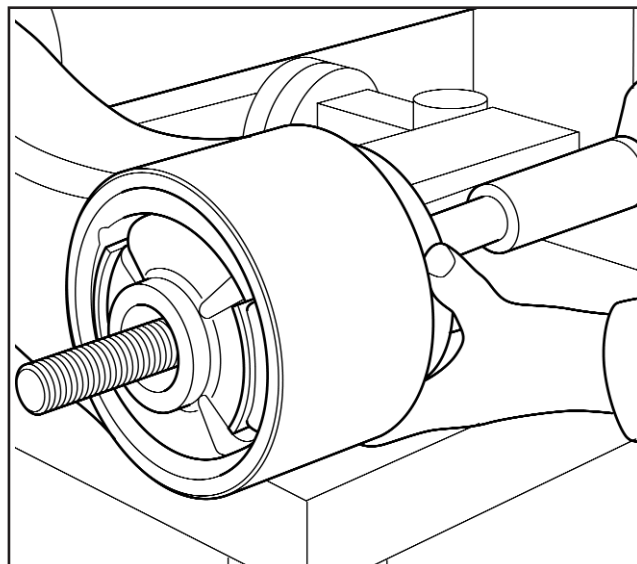

Fig 3.26
11. Presser l'outil pour bague avant (FBT) " C " contre la bague d'axe d'articulation et insérer la barre filetée " G ". Poser la rondelle " H " et l'écrou " A " sur la tige de traction et fixer au FBT " C " (figure 3.26).